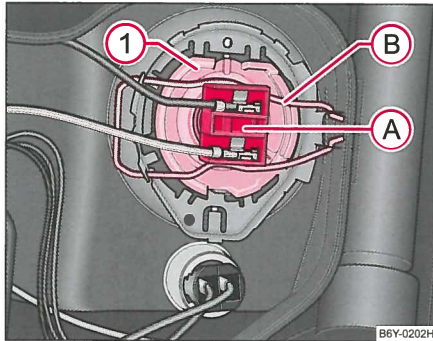

Fig. 177 Afmontering af pære til nærlys
- Sæt stikket på **A** ⇒ fig. 177.